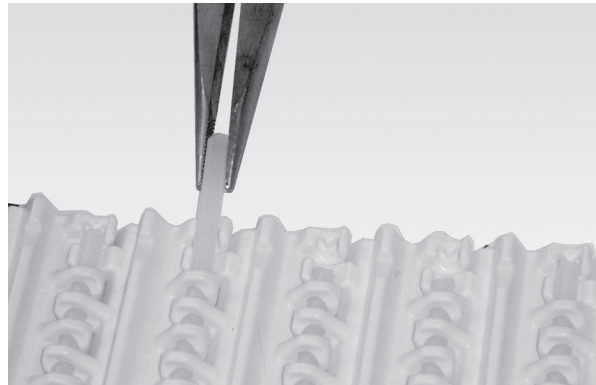

Figura 36
- Retire la varilla de la cinta agarrando el extremo con unos alicates y estirando (Figura 36).